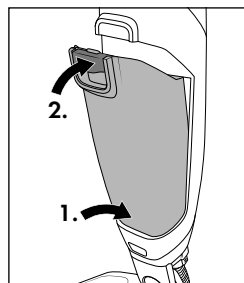

Abb. 15
- ◆ Setzen Sie den Schmutzbehälter **10** in die Motoreinheit **8** ein, bis er hörbar einrastet (siehe Abb. 15).